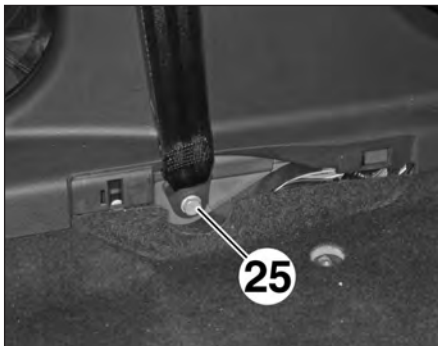

FIG.34
- la vis (25) du point de fixation inférieure de la ceinture de sécurité (Fig.34),